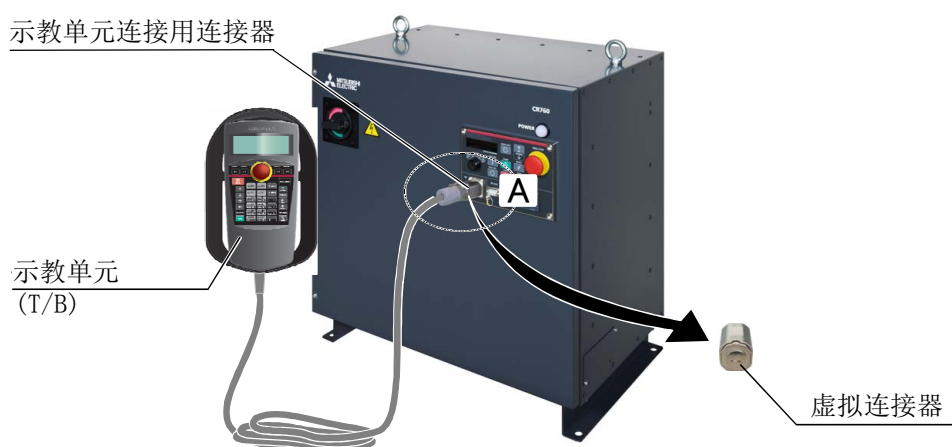

图 4-6：示教单元的拆装（CR750/CR760）
- 2) 将示教单元的连接器和控制器的示教单元连接用连接器相连接。按图 4-6 所示将锁定压杆向上抬起，压入连接器直至发出咔嚓声。